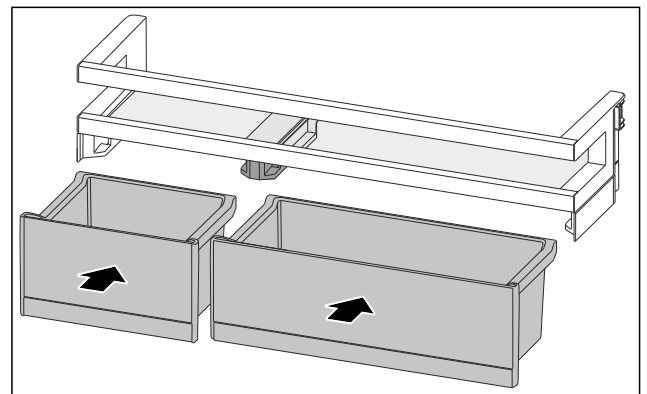

Fig. 153
- Aseta VarioBoxit käännetyssä järjestyksessä paikalleen. (katso Fig. 153)